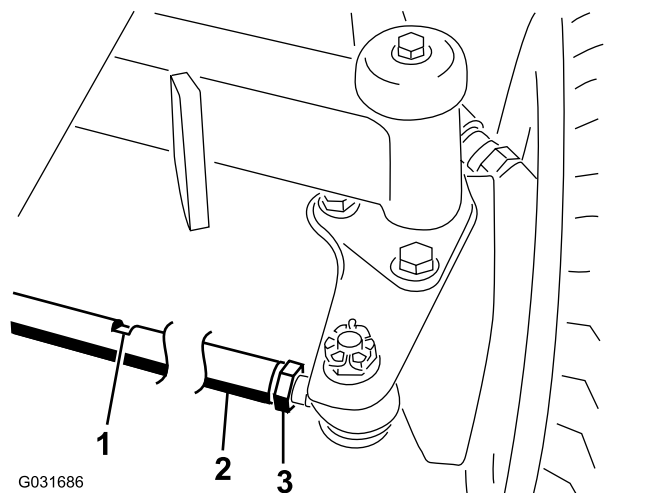

Figura 83
2. Desaperte a porca de bloqueio em cada extremidade da barra de direção (Figura 83).